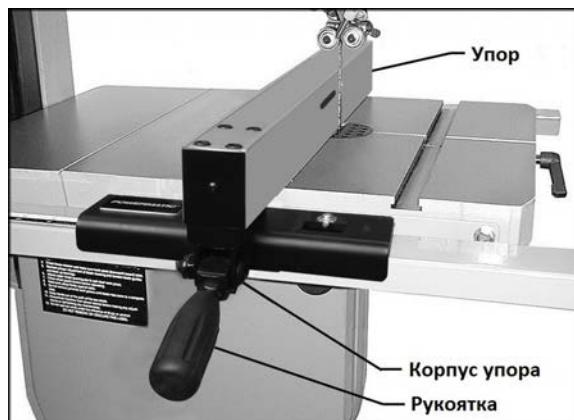
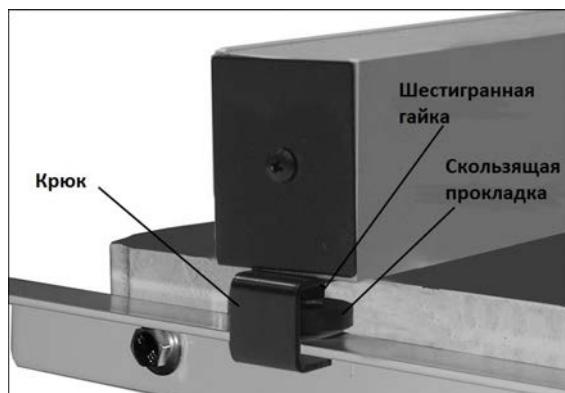

Рис. 28.
Рис. 29.
- Поднимите ручку упора и наденьте узел упора на направляющий профиль, прикрученный к передней направляющей, как показано на Рис. 28. Скользящая прокладка (Рис. 29) должна проходить по поверхности задней направляющей. При
См. Рис. 29 и 30.
4. Если требуется выравнивание зазора по всей длине упора, отрегулируйте высоту скользящей прокладки с его задней стороны (Рис. 29).